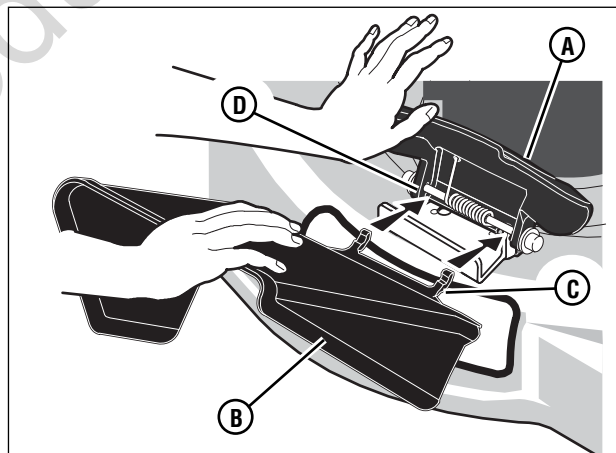

Figure 8 : Installation du déflecteur d'évacuation
1. Levez le couvercle de recyclage (**A**, **Figure 8**).